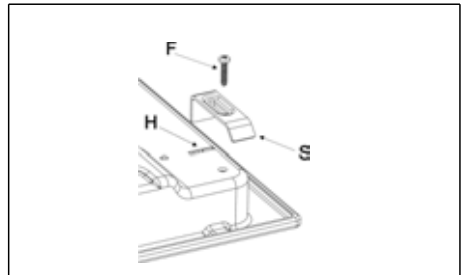

FIG. 10
- Fixe-o através das respectivas a braçadeiras "S", tendo o cuidado de introduzir a parte saliente na abertura "H", localizada no fundo, e aparafusando o parafuso "F" até bloquear a braçadeira "S" no tampo (ver fig. 10).